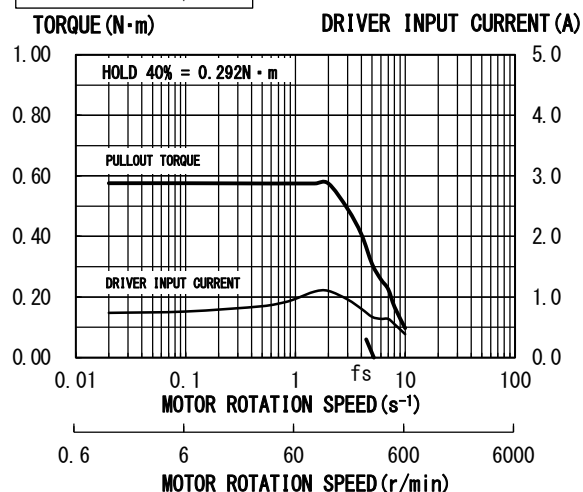

Fig. 5
| 20角 | PKP213D05A (B) | 1.8 | 0.5 | 7 | Fig. 5 |